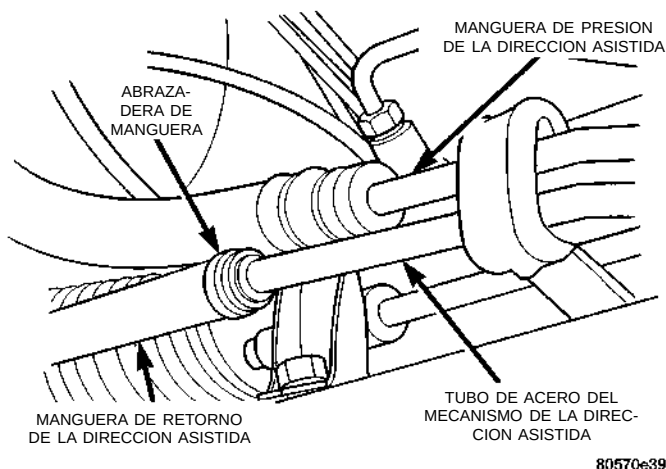

Fig. 15 Manguera de retorno de la dirección asistida en el mecanismo de dirección
(1) Eleve el vehículo.
(2) Retire la abrazadera de manguera que sujeta la manguera al tubo de acero en el mecanismo de dirección (Fig. 15). Drene el líquido de la manguera de retorno y del depósito de líquido de dirección asistida hasta que el depósito esté vacío.
(5) Instale la manguera de retorno de dirección asistida en el tubo de acero en el mecanismo de la dirección asistida (Fig. 15). Instale la abrazadera de manguera en la manguera de retorno de la dirección asistida en el mecanismo de dirección asistida (Fig. 15). **Asegúrese de que la abrazadera de man-**